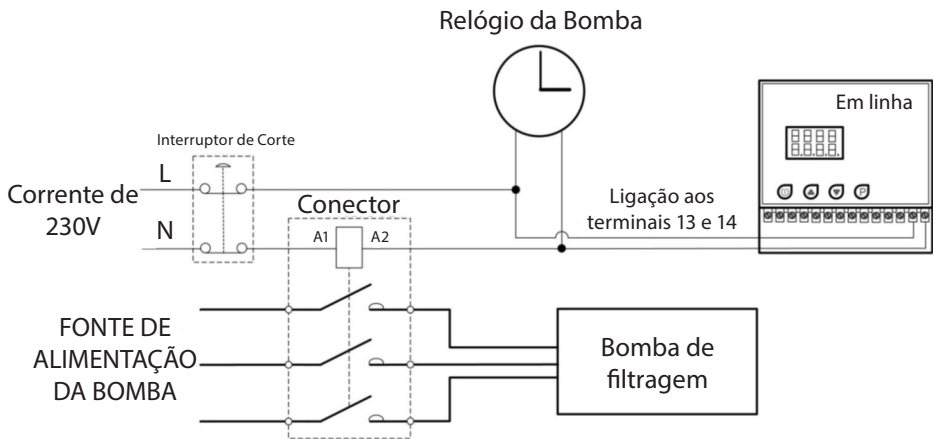

Fig 13.
**NOTA:** O Aquecimento Prioritário requer ligação eléctrica ao conector da bomba de filtragem como se mostra na fig. 13.